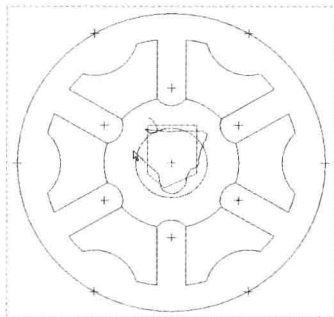

图 3-3 显示移动轨迹
Step 03 在绘图区单击鼠标左键并拖曳鼠标,使其通过删除的线段,在绘图区会出现一条高亮显示的鼠标移动轨迹,如图 3-3 所示。